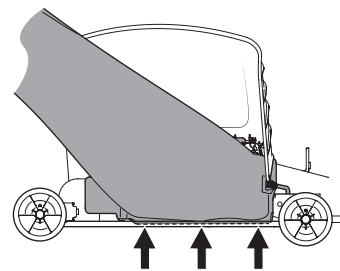

Figura 22
**¡IMPORTANTE!** Asegúrese de que la parte inferior del canal de descarga está ubicado dentro del borde de la abertura de plataforma, como se muestra en la Figura 22.